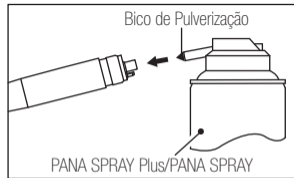

Fig. 9
- 2) Monte o bico de pulverização no orifício respectivo da botija.(Fig.9)